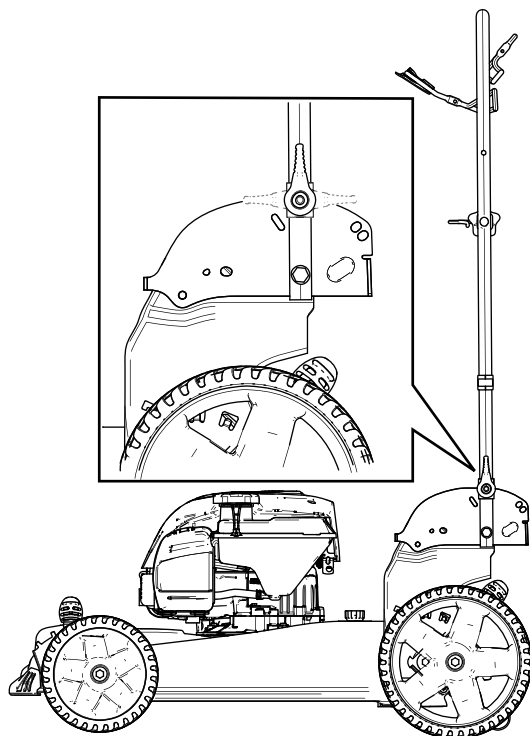

Figura 18
3. Pliegue el manillar hacia adelante, a la posición vertical o a la posición de plegado completo, según se indica en Figura 18.